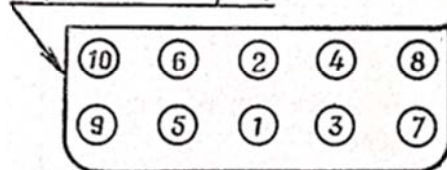

Рис. 1.12. Порядок подтяжки гаек головки блока цилиндра
34. Отвернуть гайки 6 (рис. 1.12) и 4 со шпилек головки блока цилиндров, установить на шпильки скобу-захват, навернуть и затянуть гайки	Ключ торцовый, сменная головка 17, скоба-захват
50. Отвернуть гайки 6 (рис. 1.12) и 4 со шпилек головки блока цилиндров, установить на шпильки скобу-захват, навернуть и затянуть гайки	Ключ торцовый, сменная головка 17, скоба-захват